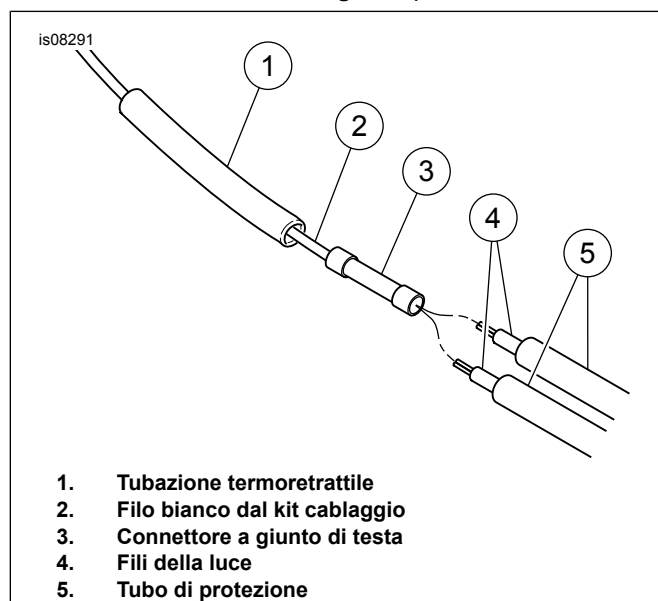

Figura 9. Collegamento dei fili della luce al cablaggio del kit
20. Vedere Figura 9 ed il manuale di manutenzione. Far scorrere il tubo termoretrattile (1) sul filo bianco (2) dal cablaggio del kit, quindi giuntare il connettore elettrico (3) al filo con l'apposita pinza per giuntaggio (H-D 38125-8).
21. Portare entrambi i fili della luce (4) al connettore. Accorciare i fili, lasciando circa 25 mm (1 in) di filo oltre al connettore a giunto di testa. Tagliare il tubo di protezione dei fili (5) di circa di 38 mm (1-1/2 in) dall'estremità del filo.
23. Inserire le estremità dei fili di entrambe le luci (4) nel connettore elettrico (3) e giuntare i fili al connettore con l'apposita pinza per giuntaggio.